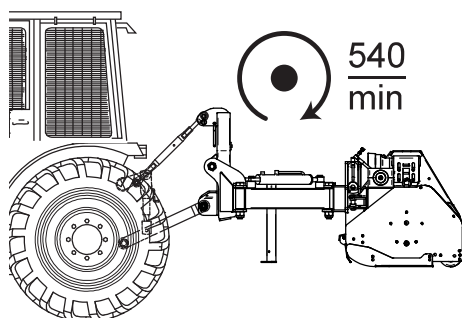

Fig. 23
- パワーテイクオフをゆっくりと噛み合わせ、トラクターを加速させます。パワーテイクオフの最大回転速度である540 rpmを超えないようにします（図23）。